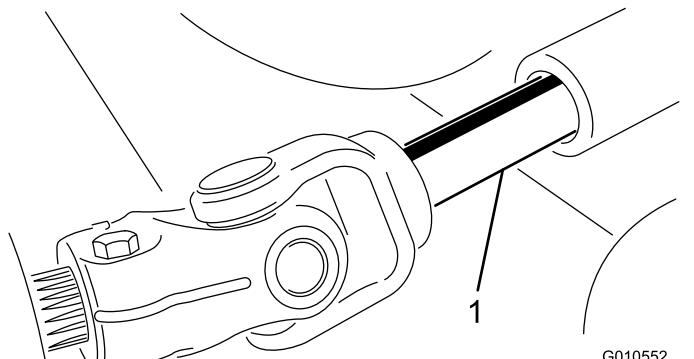

Figura 20
4. Allontanate l'apparato di taglio dal trattorino, separando le sezioni maschio e femmina dell'albero della presa di forza (Figura 20).